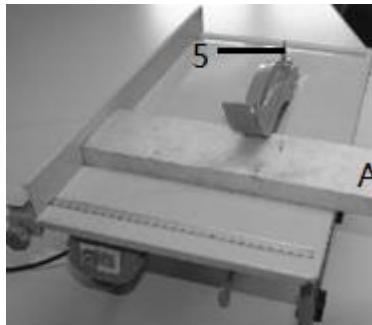

Рис. 8Б
Для большей ширины заготовки, как показано на рис. 8Б: стойте с левой правой стороны настольной пилы, удерживайте заготовку в положении «А» двумя руками и против параллельного упора (7), затем протолкните заготовку к лезвию.